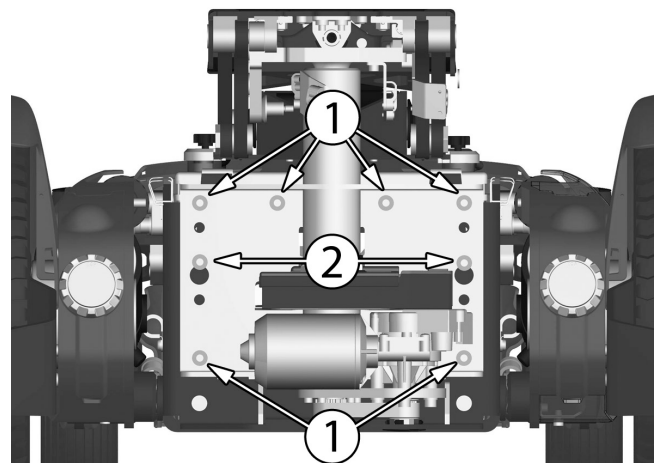

Abbildung 82. Die AP Sitzhöhenverstellung ist mit acht Schrauben an der Vorderkante befestigt.
1. AP Sitzhöhenverstellung in das Fahrgestell einbauen. Die sechs Schrauben (1) abmontieren und die beiden Schrauben (2) festziehen, die die Höhenverstellung an der Vorderkante halten. Siehe Abbildung. 82.